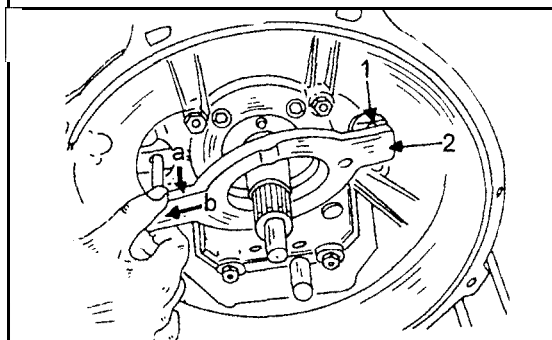

Bild 252
- Ausrückschwinge in Richtung des Pfeiles „a“ in Bild 252 bewegen und dann in Pfeilrichtung „b“ vom Kugelbolzen am Kupplungsgehäuse abziehen und abnehmen.
- Ausrückschwinge in umgekehrter Richtung des Pfeiles „b“ in Bild 252 auf den Kugelbolzen drücken, bis der Federbügel der Schwinge auf dem Kugelbolzen einrastet.